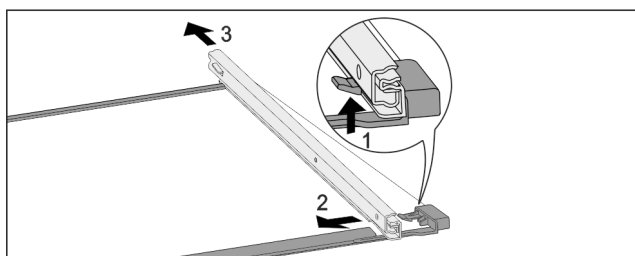

Fig. 205 Стеклянная пластина с направляющими
- ▶ Отожмите передний стопорный крючок вверх. Fig. 205 (1)
- ▶ Сдвиньте выдвижную направляющую в сторону Fig. 205 (2) и назад Fig. 205 (3).